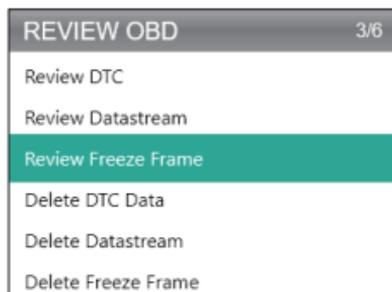

Figura 5.1.3
3. Selezionare Revisione OBD e premere [OK]. Sei opzioni appariranno sullo schermo (Vedi Figura 5.1.3) - come la revisione di DTC, Flusso di dati, Fermo Immagine e altro.